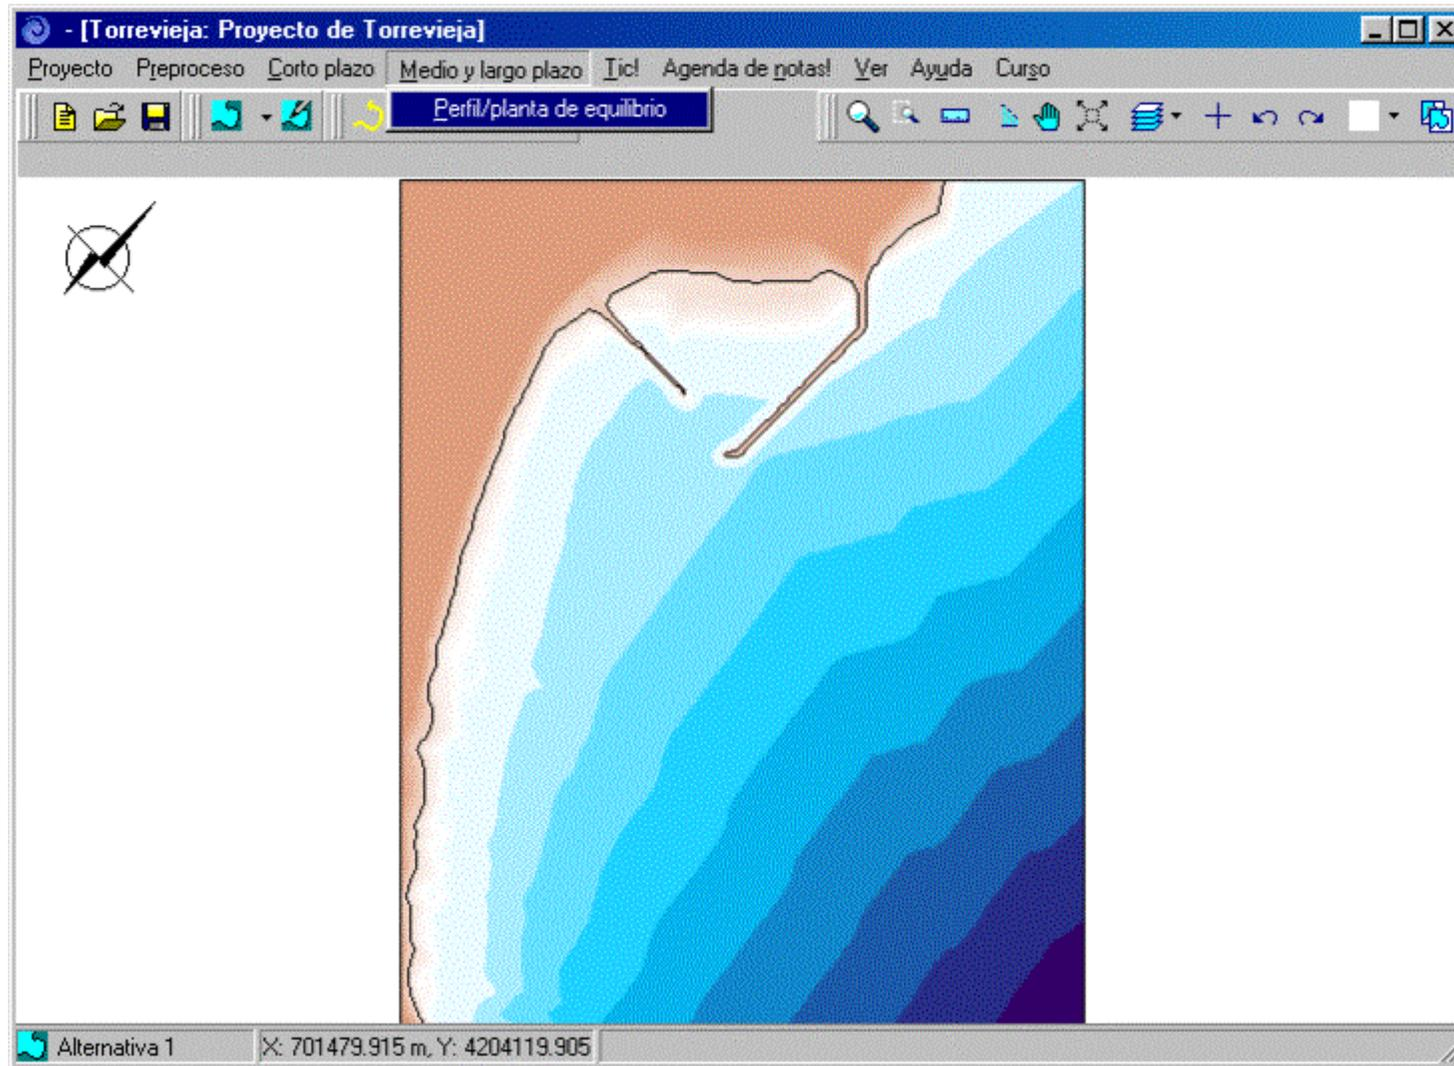

Figura 4.6. Módulo de “Análisis a largo plazo de playas” (Arpa)
Este módulo recoge una serie de programas que permiten analizar un tramo de costa en escalas espaciales y temporales de largo plazo (ver el menú principal en la figura 4.6). Se compone de los siguientes programas: (1) playa en equilibrio y (2) estados morfodinámicos y modales de una playa.